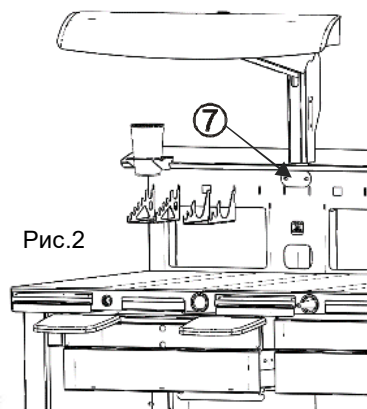
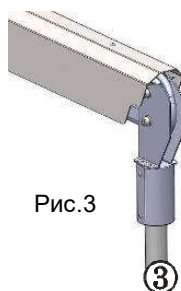

Рис.2
Рис.3
1. Закрепить стойку (3) к вертикальной поверхности с помощью двух скоб (5), винтов М4х20, гаек-барашек М4 и шайб 4, или с помощью саморезов (не входят в комплект).
При креплении к столам СУЛ/СЗТ АВЕРОН установить пластину-прокладку (7) с внешней стороны стенки, рис.2.
2. Соединить плафон (1) и пантографический механизм (2), используя винт М6х50, шайбу 6, шайбу гр. 6 и гайку-барашек М6. Крепеж установлен по месту на кронштейне плафона (1).
3. Установить механизм (2) с плафоном (1) на стойку (3), рис.3 (кожух стойки не показан).